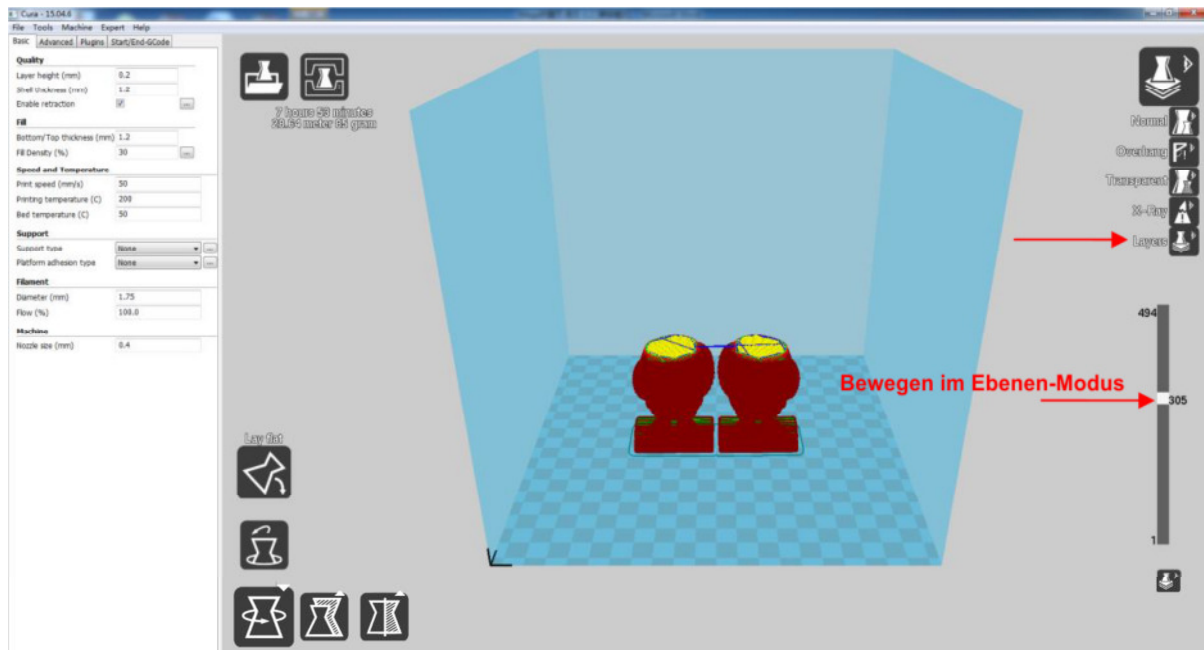

Abbildung 20
(6) **Ansichtsmodus (Abb. 20):** Das Modell auf verschiedene Weise anzuzeigen hilft Probleme zu erkennen, bevor der Druck beginnt. Ebenen-Modus: Um den Werkzeugweg des Druckkopfes anzuzeigen, überprüfen Sie, ob Ebenen oder Lücken übersprungen werden.
- Öffnen Sie die GCode-Datei erneut in Cura. Um sicher zu gehen, prüfen Sie in der "Layers view" ob alle Schnitte des Modells vorhanden sind (siehe vorherige **Abb. 20**).